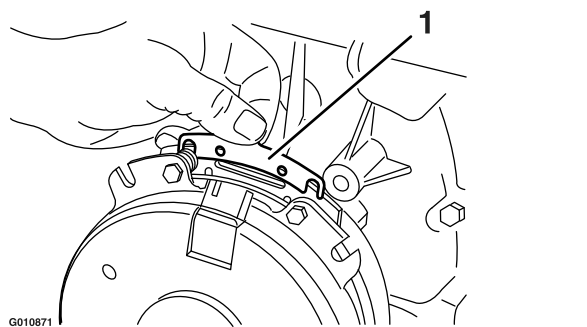

Figure 83
- B. À l'aide d'une pince à becs longs ou avec les doigts, saisissez la languette et déposez la cale (Figure 83).
Enlevez l'herbe, les saletés et autres débris éventuellement accumulés sur la protection du moteur. Cela permet d'assurer un refroidissement et un régime moteur corrects, et réduit les risques de surchauffe et de dommages mécaniques au moteur (Figure 83).